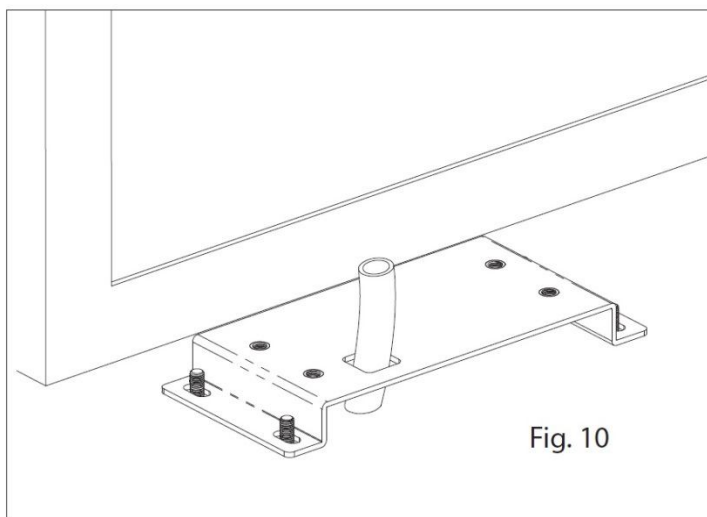
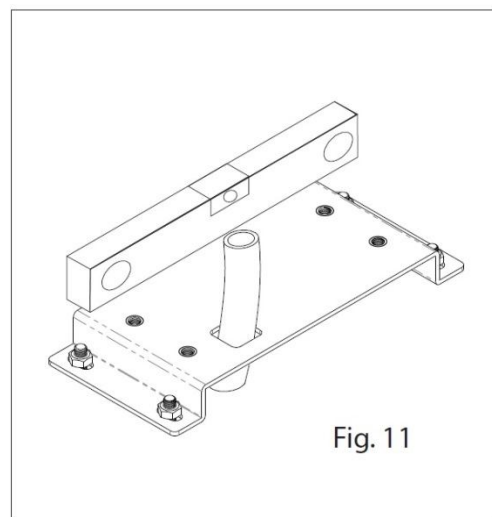

Fig. 10
Fig. 11
b) Atornille la chapa/placa de fijación al suelo, utilizando los tornillos previamente fijados al suelo dejando uno o más tubos para pasar los cables eléctricos a través de la chapa/placa (Fig.10 y Fig. 11).